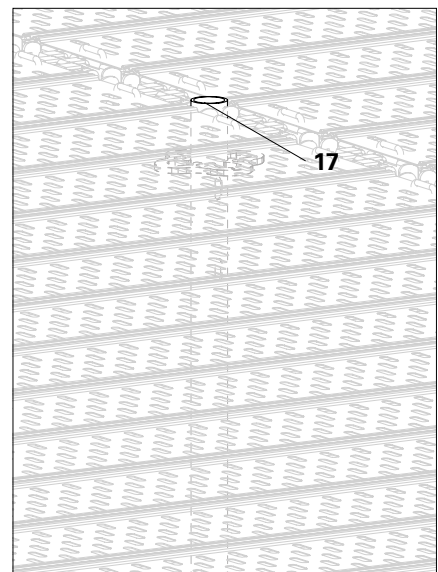

Abb. A2.05b
Eine Belagfläche ohne überstehende Rohrenden kann mit dem Kopfstiel EVT 96 (17) oder Kopfstiel EVOTOP EVT 96 (18) hergestellt werden. (Abb. A2.05b)